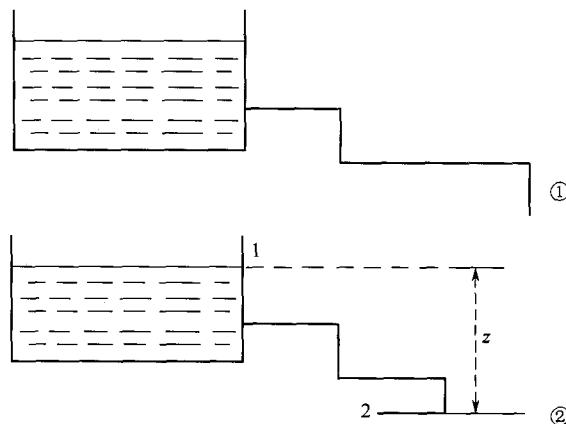

图 1-3 高位槽
(12) 如图 1-3 所示, 液体从高位槽流下, 液面保持稳定, 管出口和液面均为大气压强。当流体在管内流速为 1m/s, 损失能量为 2.04mH₂O, 求液面离管出口处的高度。
解: 选高位槽流体液面为图 1-3 中①断面, 管出口截面为图 1-3 中②断面, 且为基准面, 列伯努利方程